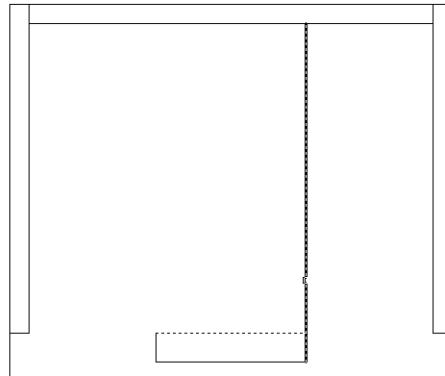

Рис. 2.23 ▼ Левая вертикальная линия обрезана, теперь настал черед правой
8. Нажав **Enter** для завершения выбора секущих ребер, в ответ на приглашение AutoCAD выбрать линии, подлежащие обрезке, сначала левую, а затем правую вертикальные линии, как показано на рис. 2.23. AutoCAD будет тут же обрезать выбранные линии.